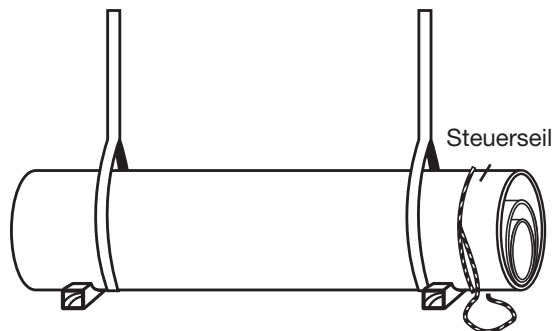

Abbildung 2-6 Doppelhebepunkt für verschachtelte Rohre
- 1 Das verschachtelte Bündel immer mit mindestens zwei elastischen Gurten anheben (**Abbildung 2-6**). Falls zutreffend, werden Einschränkungen bezüglich des Abstands zwischen Gurten und Hebepunkten für jedes Projekt spezifiziert. Sicherstellen, dass die Hebegurte die ausreichende Tragfähigkeit für das Gewicht des betreffenden Rohrbündels besitzen. Dies kann anhand der ungefähren Rohrgewichte in Anhang H berechnet werden.